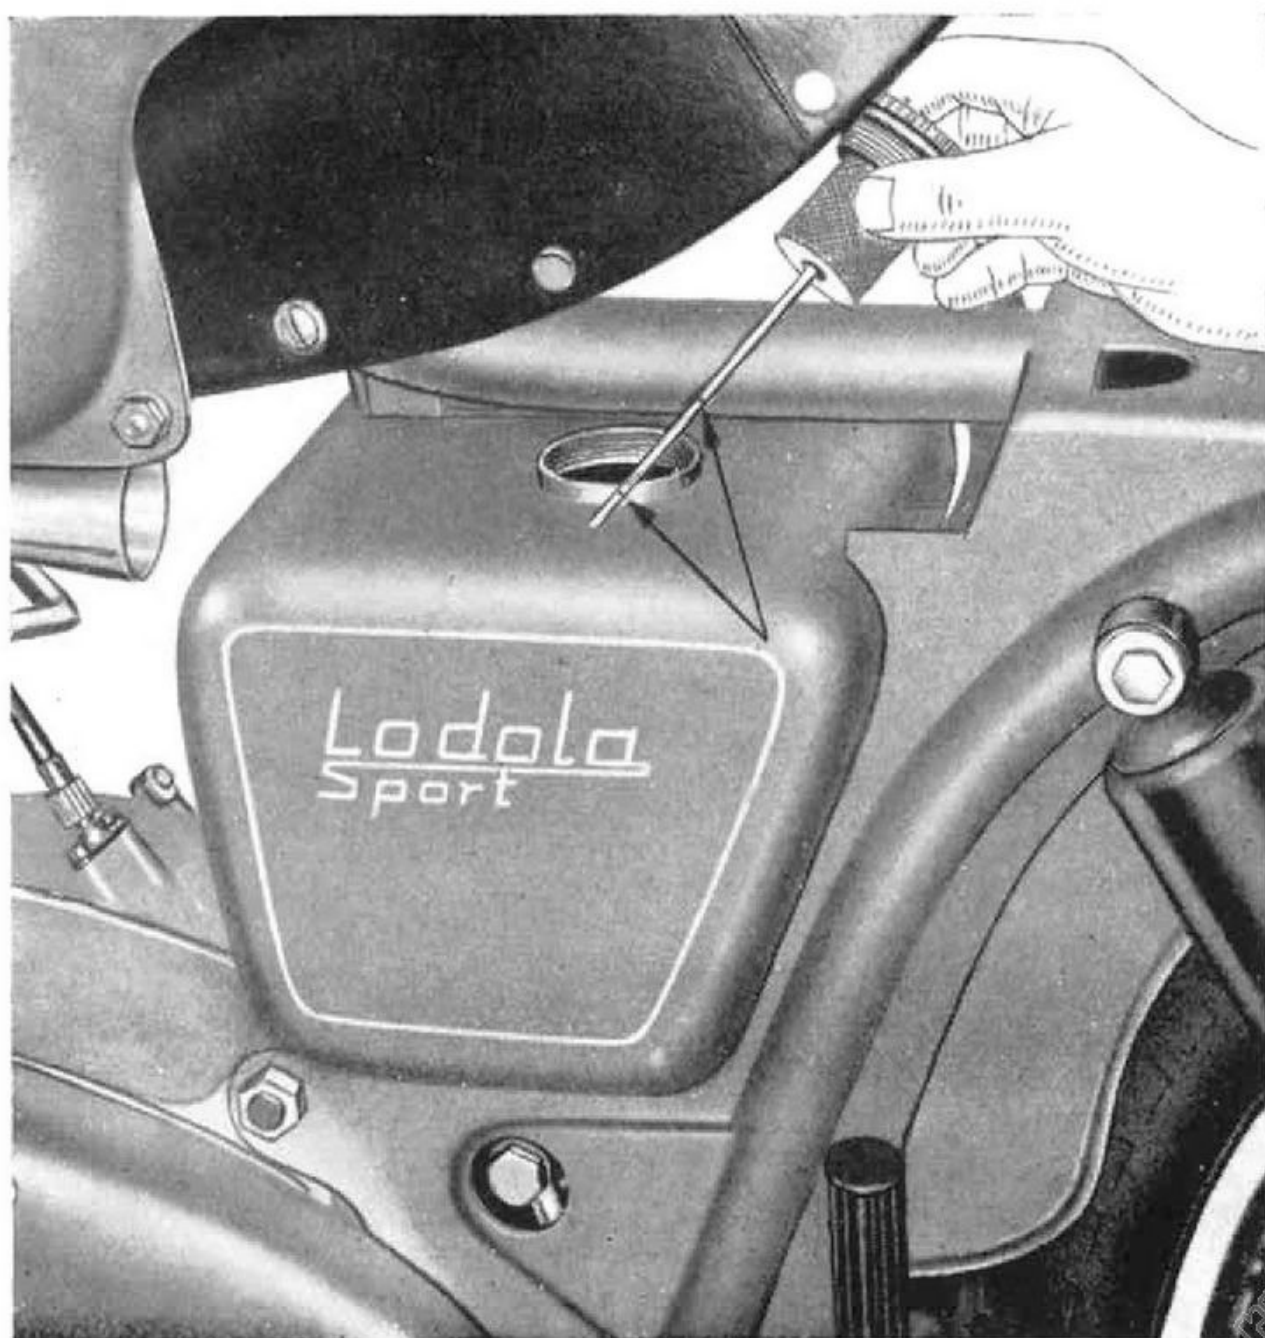

Fig. 6
Prima di mettersi in marcia controllare la quantità della benzina e dell'olio nei rispettivi serbatoi. Per controllare la quantità dell'olio esistente nel serbatoio occorre verificare il livello mediante l'apposita astina saldata al tappo. Il livello dell'olio deve trovarsi fra le due tacche segnate sull'astina indicanti il minimo e il massimo (vedere fig. 6). Assicurarsi, appena ottenuto l'avviamento del motore, che l'olio circoli regolarmente. Per compiere questo controllo occorre: sganciare la sella e ribaltarla, togliere il tappo del serbatoio dell'olio ed osservare se il lubrificante esce dall'apposito tubetto di ricupero.
*(vedere fig. 6 bis)*
Fig. 6 bis